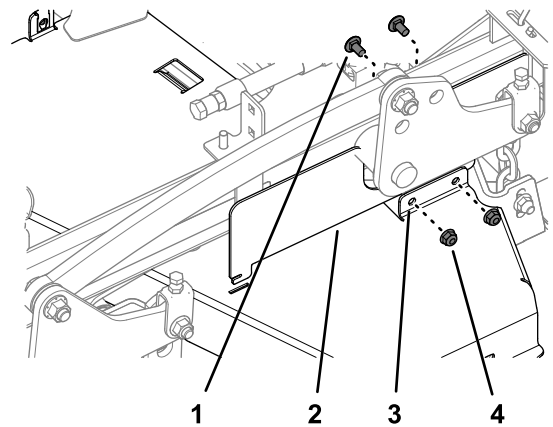

Bild 43
2. Montieren Sie die linke Seite der CE-Abdeckung an der linken Riemenabdeckung (Bild 43) mit den beiden Schlossschrauben und den beiden Sicherungsmuttern, die Sie in Entfernen der linken Riemenabdeckung \(Seite 30\) entfernt haben.